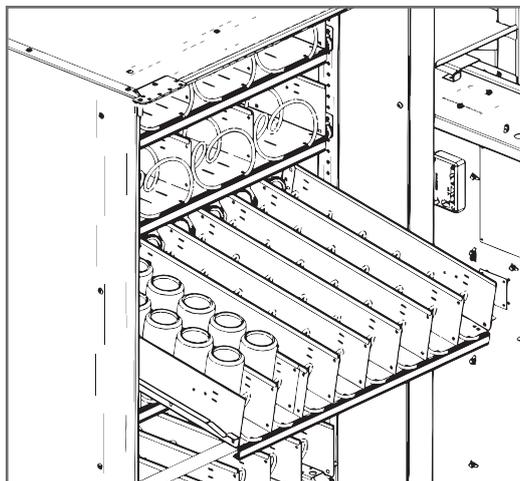

Рисунок 10 - Загрузка полок
- оттяните на себя фиксатор полки, расположенный слева, после чего выдвиньте полку на себя до упора, крепко держа полку за нижнюю часть. Верхние полки для облегчения их загрузки при выдвигании устанавливаются под углом (см.рис.10).